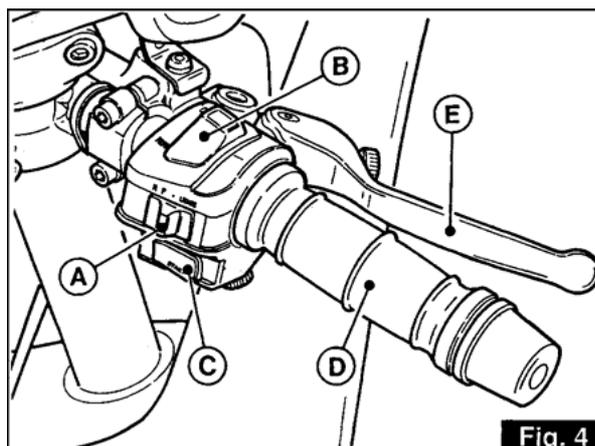

Fig. 4
Position «**P**» direction bloquée. Moteur éteint; interrupteur «**A**» de la fig. 4 à la position «**P**»: feu de parking. Clé extractible.
Interrupteur «A» (fig. 4)
3.6 BOUTON DE DÉMARRAGE ET INTERRUPTEUR D'ARRÊT MOTEUR (fig. 4)
3.7 POIGNÉE DE COMMANDE DES GAZ («D» fig. 4)
3.8 LEVIER DE COMMANDE DU FREIN AV («E» fig. 4)